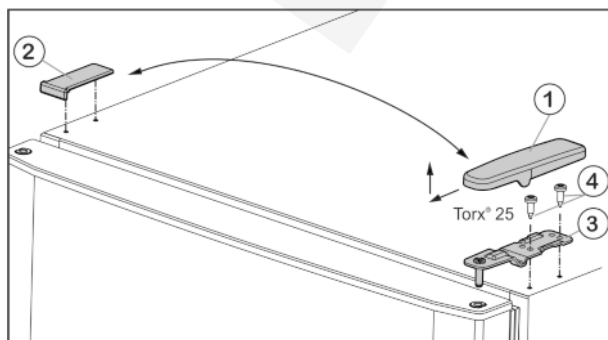
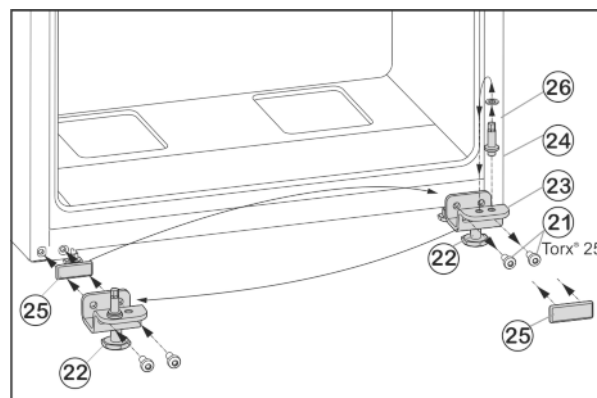

Fig. 5
Fig. 7
- ▶ Előre és felfele húzza le a fedelet Fig. 5 (1).
- ▶ Emelje le a fedelet Fig. 5 (2).
- ▶ Csavarozza le az Fig. 5 (3) felső csapágybakját (2 x Torx® 25, Fig. 5 (4)), és felfele húzza le.
- ▶ Tekerje le a rögzítőcsavarokat Fig. 7 (21).
- ▶ Vegye le a teljes alsó csapágybakot Fig. 7 (23) a csapágyzeggel Fig. 7 (24), az alátétet Fig. 7 (26) és a beállító lábbal Fig. 7 (22).
- ▶ Csavarozza le a teljes csapágybakot Fig. 7 (24) az alátétet Fig. 7 (26), helyezze át a csapágybak túloldali felvívő furatába, és csavarozza vissza.
- ▶ Óvatosan vegye le a fedőlemezt Fig. 7 (25), és helyezze át az ellenkező oldalra.
- ▶ A teljes alsó csapágybakot *Fig. 7 (23)* a csapszeggel *Fig. 7 (24)*, az alátéttel *Fig. 7 (26)* és a beállító lábbal *Fig. 7 (22)* a csuklópánt új oldalán **erősen (4 Nm-es nyomatékkal)** csavarozza vissza, adott esetben egy akkus csavarhúzó használatával.
- ▶ Az alsó ajtót felülről helyezze a csapszegre *Fig. 7 (24)*.
- ▶ A középső csapágybakot (13) 180°-kal elfordítva csavarozza be az alsó ajtóba rögzítőcsavarokkal (11) (2 db Torx® 25) **erősen (4 Nm-es nyomatékkal)** az új csuklópánt oldalára.
- ▶ Helyezze vissza a műanyag alátéteket (10).
- ▶ A felső ajtót helyezze a középső csapágybakra (13).
- ▶ A felső csapágybakot *Fig. 5 (3)* helyezze a csuklópánt új oldalán az ajtóba.
- ▶ A felső csapágybakot **erősen (4 Nm-es nyomatékkal)** csavarozza fel – (2 db Torx® 25) *Fig. 5 (4)*. Adott esetben használjon akkus csavarhúzót.
- ▶ A fedelet *Fig. 5 (1)* kívülről helyezze fel az ellenkező oldalra és pattintsa be.
- ▶ A fedelet *Fig. 5 (2)* mindig felülről helyezze fel az ellenkező oldalra és pattintsa be.
- ▶ Tekerje ki az állítólábat *Fig. 7 (22)* az alsó csapágybakból *Fig. 7 (23)*, míg hozzá nem ér a talajhoz.